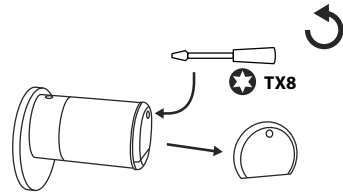

Abb. 2
- 1 Lösen Sie mit dem beigegeführten Schraubendreher TX8 auf der Innenseite der Tür am vorderen Ende des Knopfs die Schraube und klappen Sie den Deckel auf. Die Schraube kann nur bis zum Öffnen des Deckels ausgedreht werden und fällt nicht heraus. (Abb. 2).